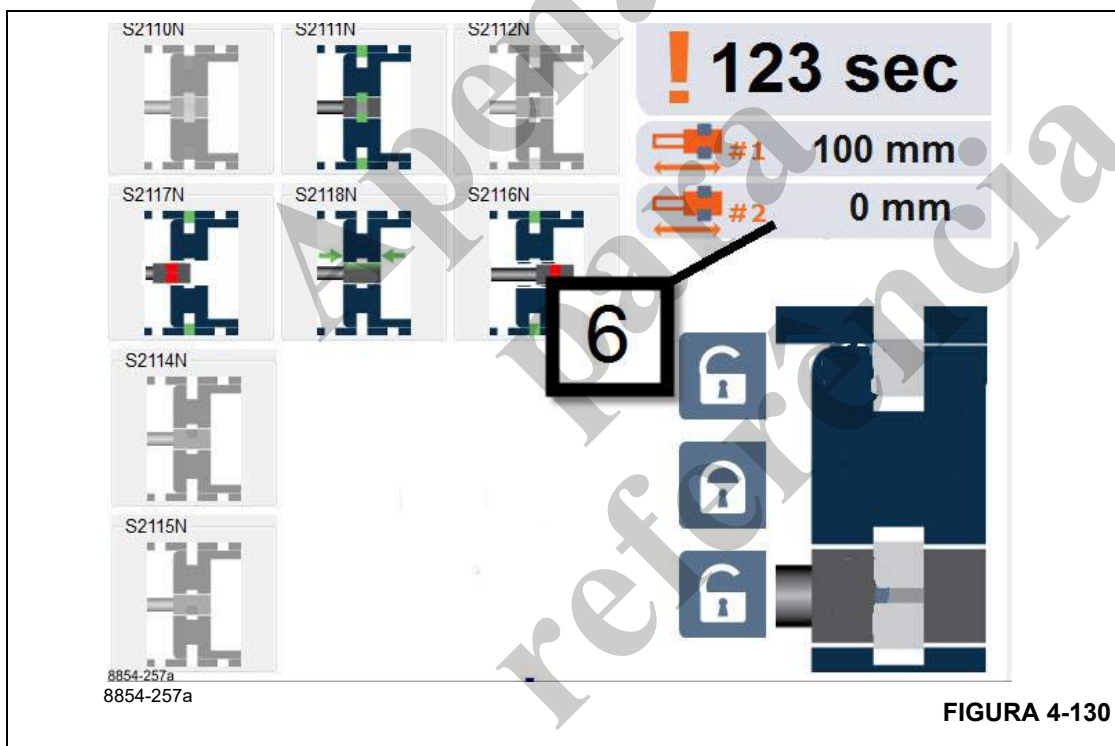

FIGURA 4-130
- Se o sensor de comprimento de precisão para o cilindro telescópico não demonstrar um valor razoável, então o segundo sensor de comprimento poderá ser consultado (6, Figura 4-130). Isso é normalmente a partir de um potenciômetro de comprimento do carretel do cabo de alimentação na lança (ele é isolado do sensor de comprimento de precisão).